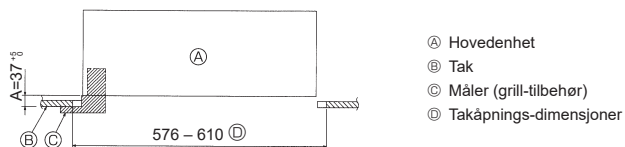

Fig. 4-6
- Når hovedenheten ikke kan rettes inn mot monteringshullet i taket, er den justerbar med et spor anordnet på monteringsplaten. (Fig. 4-6)